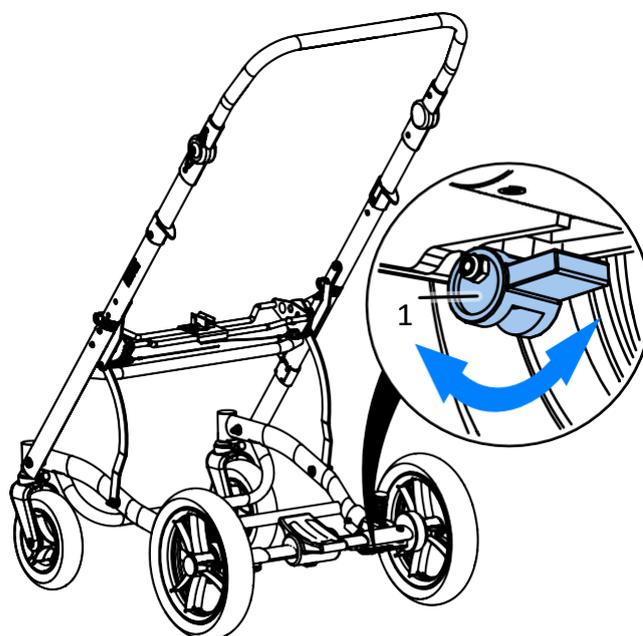

Abb. 15
Je nach Bedarf kann der Anwender die Aufhängungssteifigkeit einstellen, indem er den Hebel (1) in die zweite Position bewegt Abb. 15. Diese Anpassung muss sowohl auf der rechten als auch auf der linken Seite durchgeführt werden.